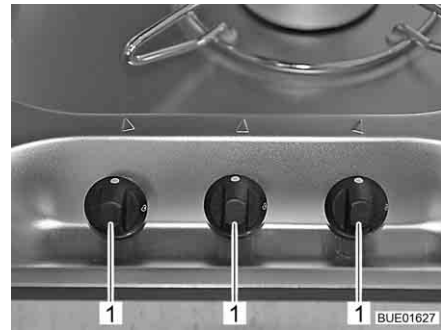

Fig. 207 Elementos de comando para fogão a gás
- Rode o regulador rotativo (Fig. 207,1) do bico que pretende acender para a posição de ignição (chama grande).